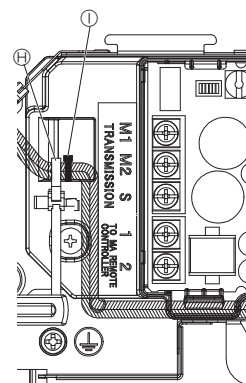

Fig. 5-7
5. Installez une sangle sur le fil de raccordement en option et faites en sorte qu'il ne puisse pas se tendre. (Fig. 5-7)